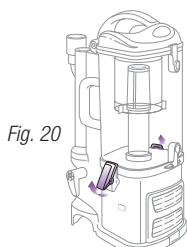

Fig. 20
- 1 Destabe los ganchos de los costados del recipiente de la tierra levantándolos hacia arriba y hacia fuera para separar el recipiente de la tierra de la base del motor. **(Fig. 20)**